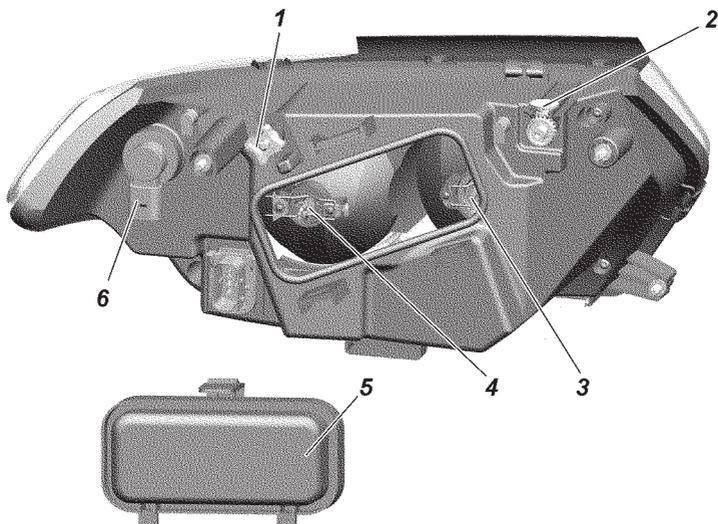

Fig. 9.33 Faro:
3. Encienda la luz de corto alcance y cierre alternativamente cada faro girando el tornillo de regulación 1 (fig. 9.33) y el engranaje de regulación 2 logre que el borde luz/sombra a la izquierda de los puntos E y E' coincida con la línea, y a la derecha, con las líneas 2 y 2' para los faros izquierdo y derecho respectivamente. Los puntos de cambio de luz/sombra deben coincidir con los puntos E y E'.
Reemplazo de las bombillas de los faros. Para reemplazar las bombillas de los indicadores de maniobra, quite la regleta del casquillo 6 (fig. 9.33), gire el casquillo en sentido horario (para el faro derecho) y antihorario para el faro izquierdo, retire el casquillo junto con la bombilla.